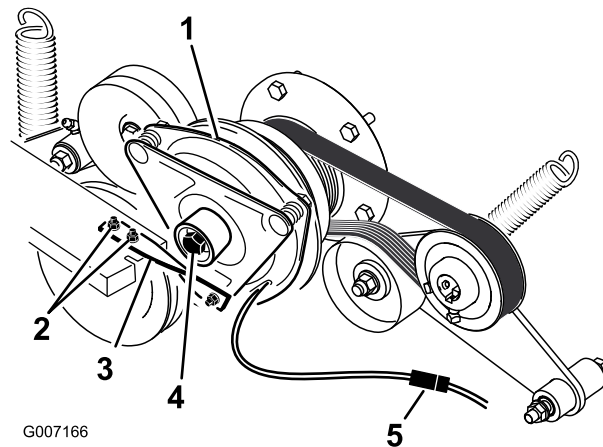

Figura 53
6. Desenchufe el conector eléctrico del embrague (Figura 53).
7. Retire los dos pernos que sujetan la correa de goma del embrague al bastidor del cortacésped (Figura 53).
8. Retire el perno central que sujeta el embrague al eje del motor, y retire el embrague y la chaveta (Figura 53).
15. Sujutando el cigüeñal en la parte trasera de la máquina, instale el perno central y apriételo a 68 Nm (50 pies-libra) (Figura 53).
16. Instale la correa de goma del embrague al bastidor del cortacésped con los dos pernos y tuercas que se retiraron anteriormente (Figura 53).
18. Enchufe el conector eléctrico del embrague (Figura 53).